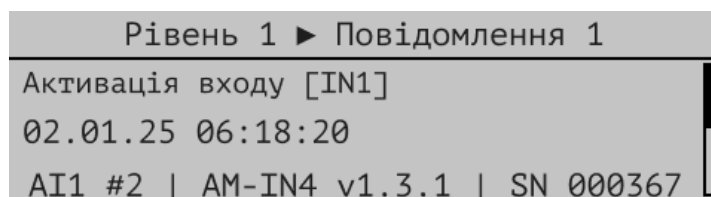

Рисунок 8.7.1 – Приклад вікна повідомлення сервісного режиму ППКП
8.7.1 Вікно сервісного режиму (Рис. 8.7.1) виводиться на дисплей ППКП автоматично при спрацюванні будь-якого входу в СПСА, якщо ППКП не перебуває в більш пріоритетному режимі. Повідомлення сервісного режиму можуть бути приховані повідомленнями інших режимів, крім чергового.